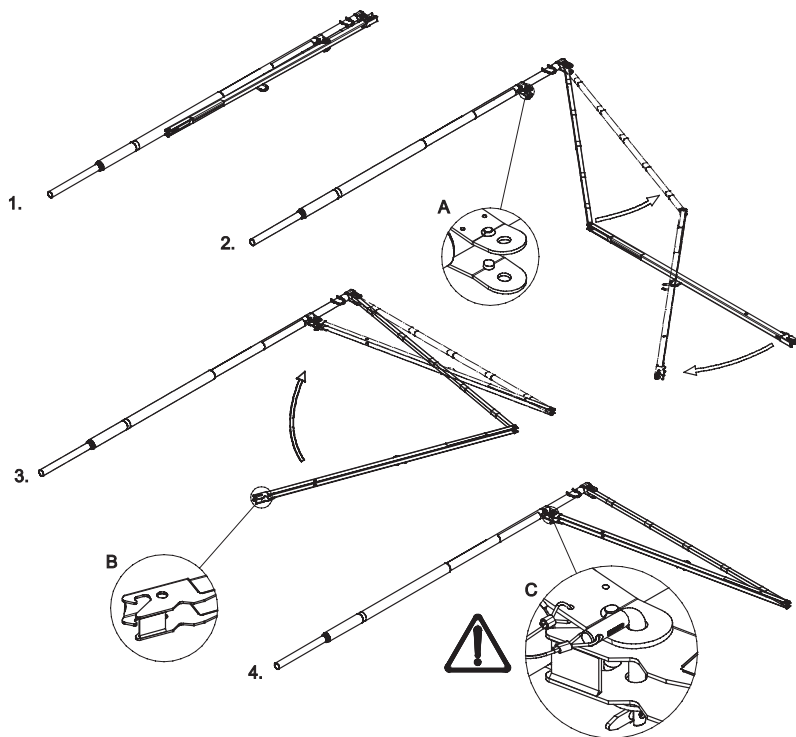

Figura 28. Processo di assemblaggio di SkyReach Anchor
- 10.1. Montare SkyReach Anchor dalla posizione piegata in quattro passaggi semplici, vedere Figura 28: